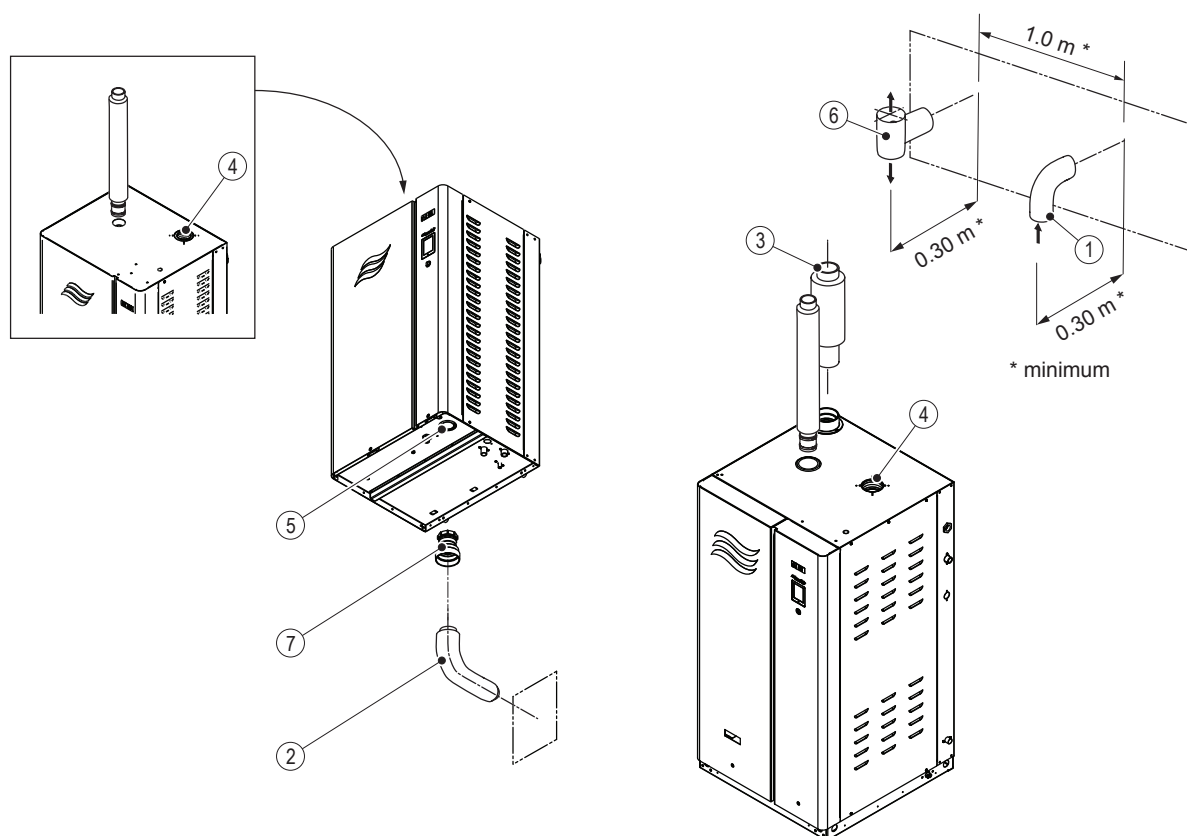

Abb. 15: Raumlufunabhängiger Verbrennungsluftanschluss (Kompaktgerät ist links abgebildet)
Hinweis: Condair schreibt bei allen GS 65-260 Geräten (Standardgeräte) die Installation eines Winkelstücks (Rohrbogen ausgerüstet mit einem Drahtgeflecht) beim Ansaugluft-Einlass vor, damit kein Schmutz und keine Verunreinigungen in die Verbrennungskammer gelangen. Dichten Sie den Anschluss mit Silikondichtungsmasse ab. Halten Sie den Bereich um den Ansaugluft-Einlass frei von Hindernissen. Siehe dazu Abb. 15 auf Seite 39 und die Angaben zum Außendurchmesser der Rohrbögen in Tabelle 10 auf Seite 39.
- Ein Luftansaugadapter (Rohrbogen) muss außen am Gebäude am Ende der Luftzufuhrleitung installiert werden, wobei die Öffnung des Rohrbogens nach unten zeigt – siehe Abb. 15 auf Seite 39. Die Position und der Abstand zwischen der Luftansaugadapter- und dem Abgasaustrittsadapter müssen allen örtlichen und nationalen Vorschriften entsprechen, mit einem Mindestabstand von 1 m zwischen den Adaptern.